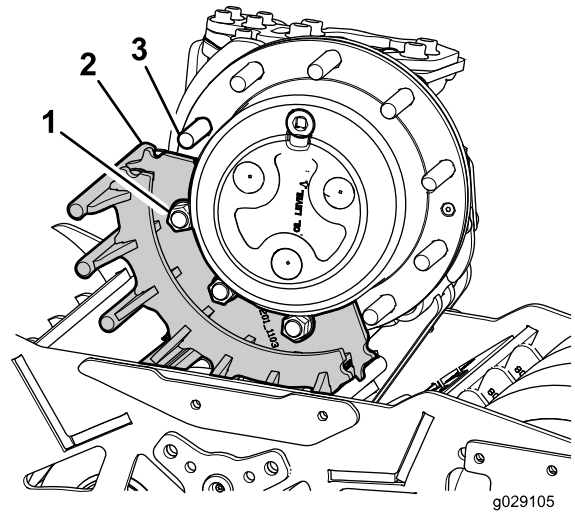

Figura 18
2. Coloque un diente de engranaje en las orejetas de las ruedas e instale provisionalmente las tuercas de las ruedas (Figura 18).